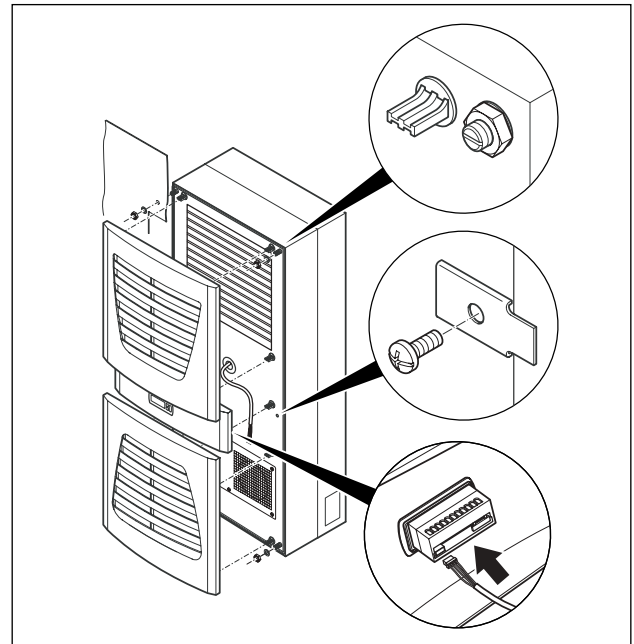

Fig. 17: Fastgørelse af køleenhed
- Enheden fastgøres endvidere med de medfølgende montageplader som vist på fig. 17.